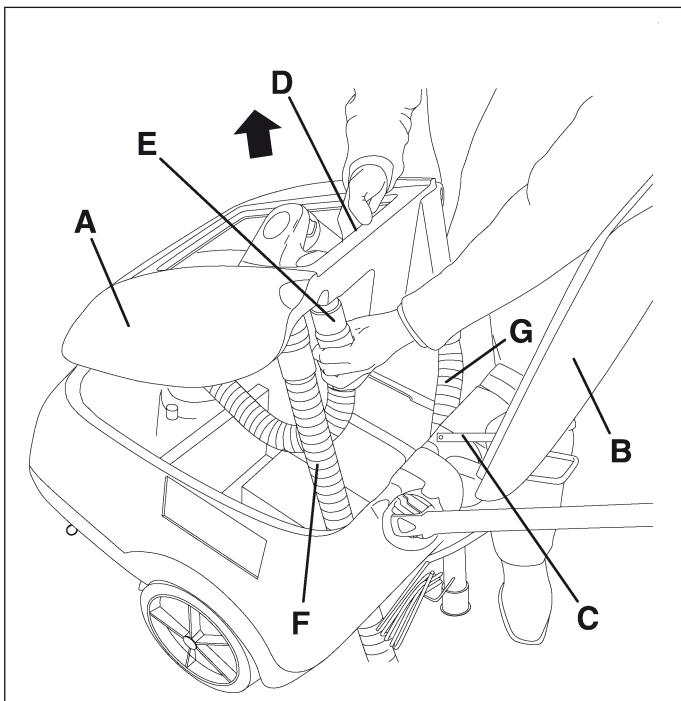

Figure 15
Para efectuar los controles o los mantenimientos, puede ser necesario quitar el depósito del agua de recuperación (A, Fig. 15) mediante el procedimiento siguiente.
1. Vaciar el depósito (A, Fig. 15) como indicado en el párrafo específico.
6. Abrir la tapa (B, Fig. 15) e insertar el soporte (C) de la tapa.
7. Empuñar el depósito del agua de recuperación (A, Fig. 15) en el área (D) y levantarla ligeramente como muestra la figura.
8. Desconectar del depósito el tubo de aspiración (E, Fig. 15), luego quitar el depósito (A) junto a los tubos (F) y (G).